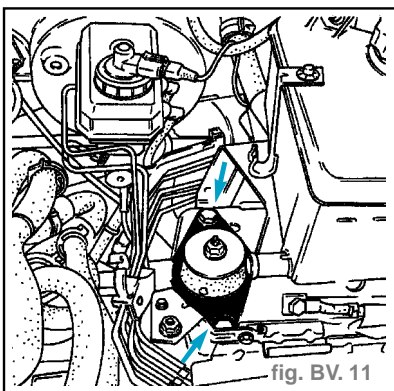

fig. BV. 11
- les deux vis du tampon boîte sur longeron. (fig. BV. 11)
- Déposer l'écrou de support groupe motopropulseur gauche. (fig. BV. 11)